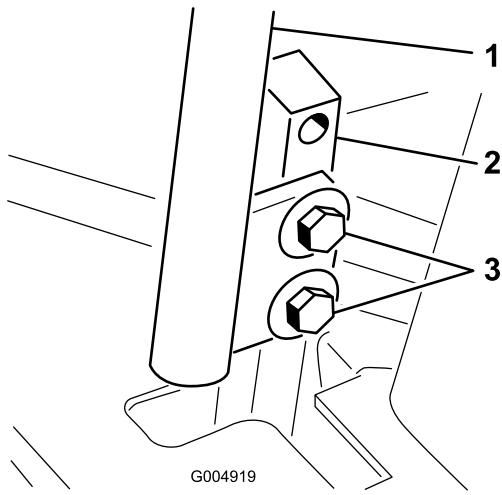

Figura 68
3. Solte os parafusos que prendem as alavancas de controlo (Figura 68)